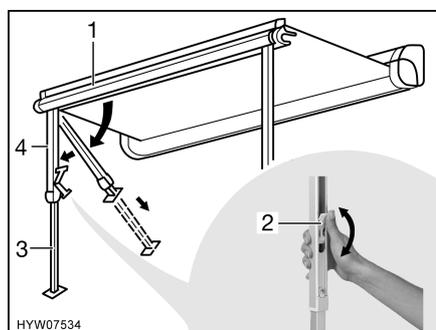

Fig. 11 Installazione dei montanti di supporto
- Rimuovere i montanti di supporto (Fig. 11,4) dal listello anteriore (Fig. 11,1) esercitando una leggera pressione verso l'esterno, quindi ribaltarli e collocarli.
- Estrarre la parte inferiore dei montanti di supporto (Fig. 11,3) fino alla lunghezza desiderata.
- Chiudere il bloccaggio presente sui montanti di supporto. A tale scopo, spingere la leva di serraggio (Fig. 11,2) verso l'alto.